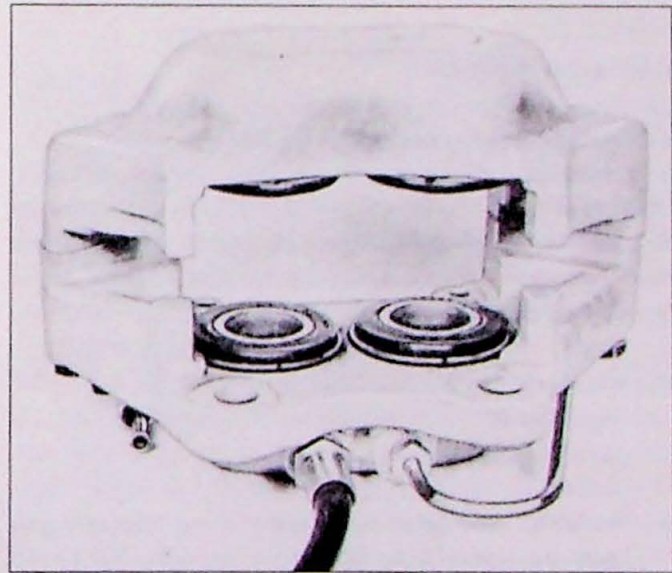

Fig. 11.6. Remklauw gemonteerd
- 3b. Latere uitvoering. (Fig. 11.6):
Monteer de zuigers met de grotere einddiameter naar binnen. Let erop dat de zuigers niet scheef komen en beschadigen. Zet de rubber kapjes op de zuigers en het huis. Monteer de borgringen zoals in Fig. 11.6.